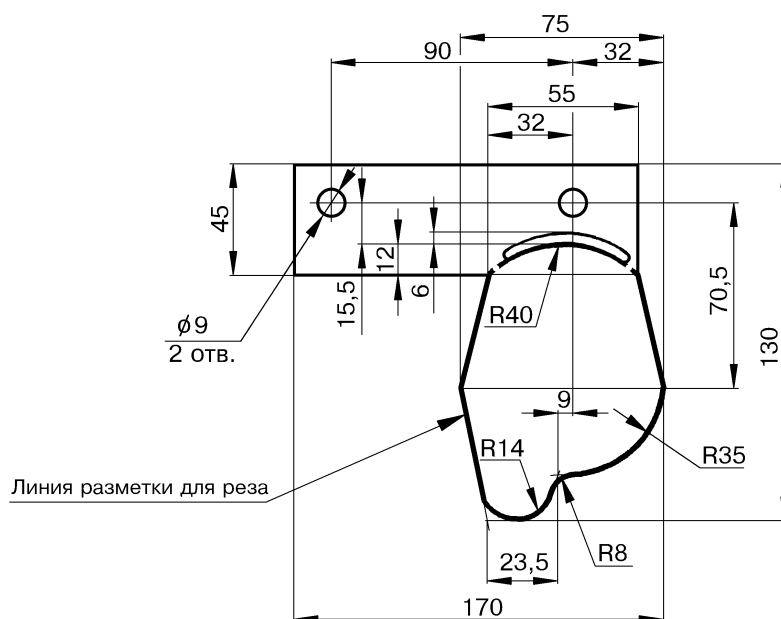

Рис.2. Шаблон для разметки отверстия под установку рулевого механизма.
3.24 Установить шаблон, рис.2, на щиток передка со стороны моторного отсека, забазировав его по нижним отверстиям крепления кронштейна блока педалей. Разметить и вырезать отверстие на щитке передка под установку рулевого механизма (шаблон технологический, дрель электрическая типа GBM 7,2 VES – 2 ф. BOSCH или пневматическая типа 916 В ф. USAG, сверло диаметром 6 - 8 мм, электролобзик типа GST 85 ф. BOSCH или пневмолобзик типа 923 или 9081 ф. USAG).